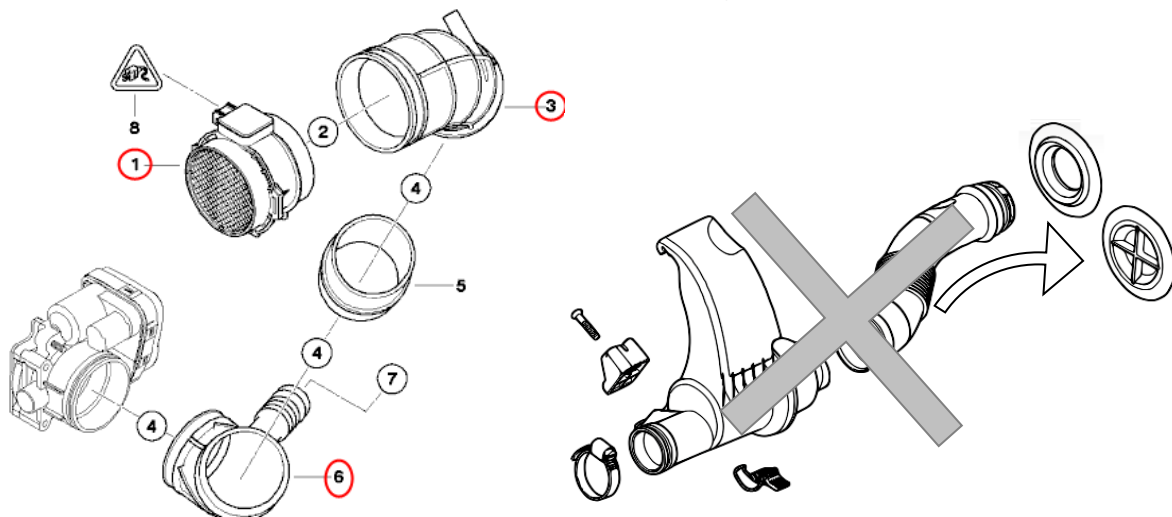
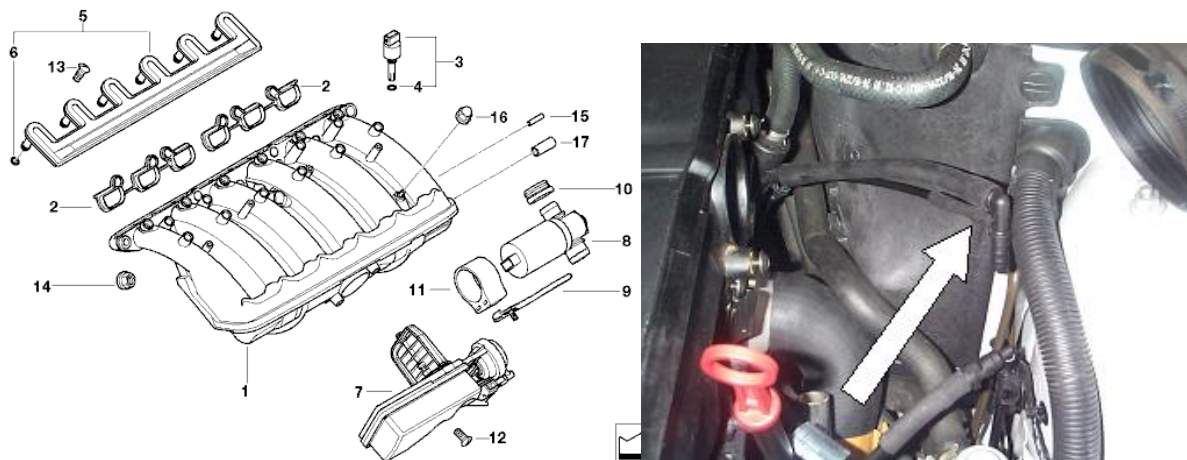
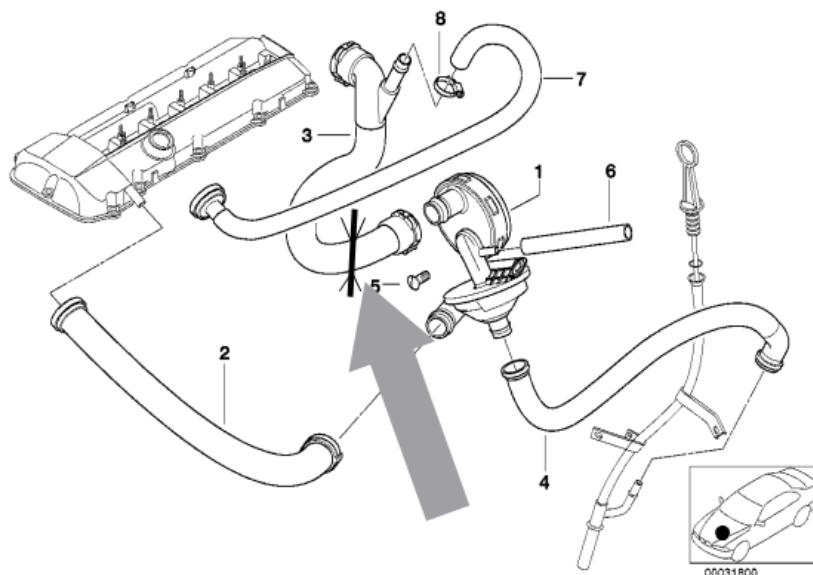
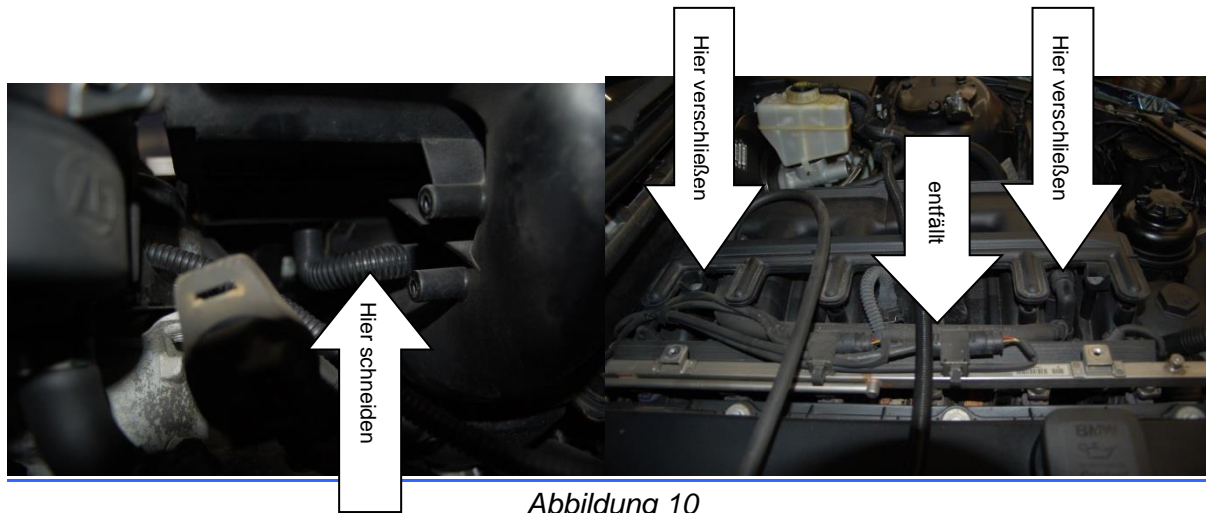

Abbildung 3
Abbildung 8
Abbildung 9
Abbildung 10
5. Demontage Luftmassenmesser (Abb. 3; Pos.1). Nur E85 (Z4) 3,0l: Der eingebaute Soundgenerator entfällt. Die Öffnung zum Innenraum wird mit beiliegender Kappe verschlossen.
6. Demontage Gummischläuche und Schlauchschellen (Abb. 3, Pos. 3 und 6) . Bauteile werden nicht mehr benötigt. Eingesteckter Schlauch an Pos. 3 abziehen. Dieser wird später bei Abb.8 benötigt.
7. Saugrohrumschaltung (Abb. 8, Pos. 7) und Leerlaufsteller (Abb. 8, Pos. 8) abstecken und Demontage
8. Drosselklappe (Abb. 3, Pos. 4) abstecken und demontieren
18. Verschlussstopfen Innendurchmesser 3,5mm an Saugbrücke abziehen (auf Abb. 8. Pos. 15, dieses Bauteil entfällt). Ansteuerungsschlauch am Benzindruckregler von Kraftstofffilter kommend abziehen und bei Bedarf auf Länge 230mm kürzen. Diese Leitung auf den freien 3,5mm Anschluss der Saugbrücke aufstecken. Je nach Baujahr des Fahrzeugs und Hubraum sind alle Anschlüsse an der Saugbrücke belegt. In diesem Fall muss der beigelegte T-Verbinder verwendet werden.
19. Die Leitung (Abb.9, Pos. 7) ausbauen und am Saugrohr zwischen Zylinder 5 und 6 mit dem beiliegenden Stopfen verschließen (siehe P341-53-05 und Abb. 10).
20. Das Kunststoffrohr Kurbelgehäuseentlüftung (Abb. 9, Pos. 3) ausbauen. Dazu den Schlauch (Pos. 3) zwischen Saugrohr (Abb. 8, Pos. 1) und Ölabscheider (Abb. 9, Pos.1) bei der Markierung (Pfeil) schneiden.
Dabei kann der Schlauch von Ölabscheider zum Ölmesrohr (Abb. 9, Pos. 4) abgesteckt werden um die Demontage zu erleichtern